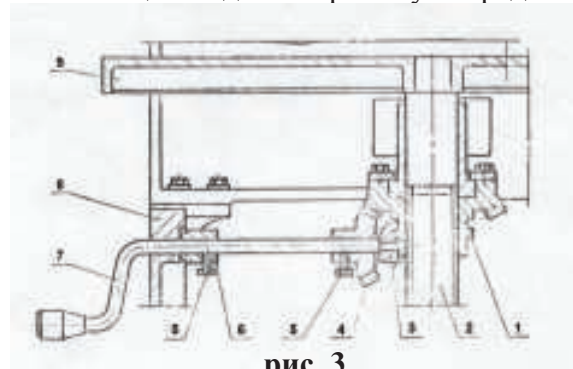

рис. 3
4.3 Общий вид стола рейсмуса представлен на рис. 3
- Вращением ручки **7** (рис. 3) выставьте стол для рейсмусования на требуемую высоту, исходя из толщины заготовки;
4.8 Внутри корпуса установлен стол **9** (рис. 3) для рейсмусования, подъем или опускание которого для установки положения рейсмусования осуществляется ручкой регулирования **7** (рис. 3).